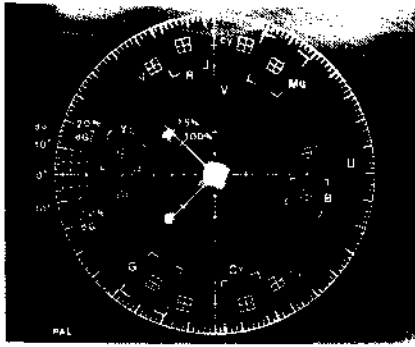

Abb. 4.15 Rot/Blau/Grün-Einstellung
4. Den GREEN SETUP Regler (RM1101-3) so einstellen, daß der helle Abschnitt des Vektors in der Mitte des Bildschirms des Vektorskops angeordnet ist (siehe Abb. 4.15).
6. Den RED SETUP Regler (RM1101-1) und den BLUE SETUP Regler (RM1101-2) so abgleichen, daß der helle Abschnitt des Vektors in der Mitte des Vektorskop-Bildschirms angeordnet ist (siehe Abb. 4.15).